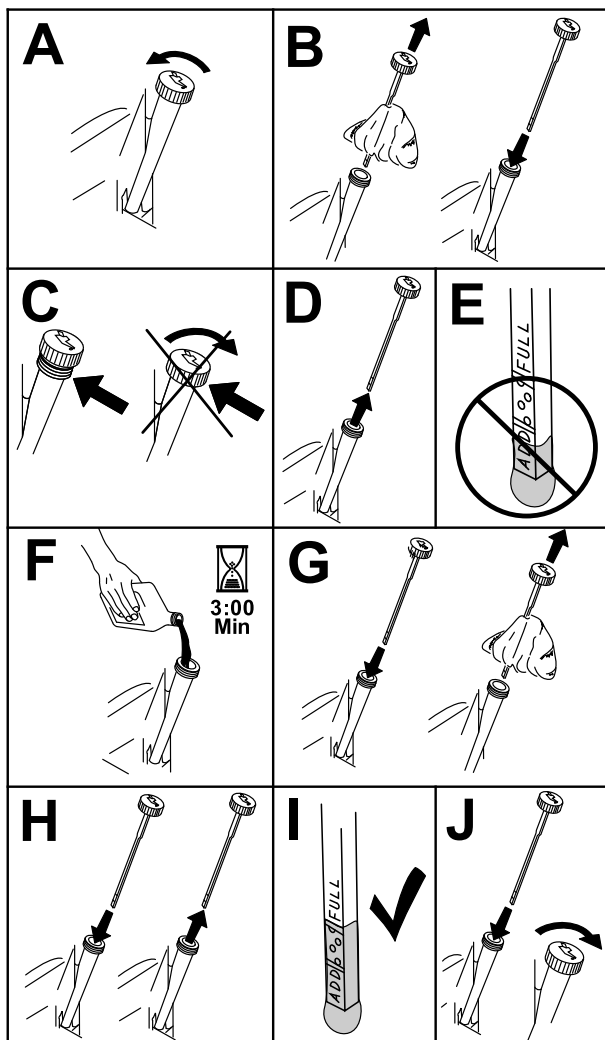

Bild 45
3. Reinigen Sie den Bereich um den Ölfüllstutendeckel bzw. den Peilstab vor dem Abnehmen, damit kein Schmutz oder Schnittgut usw. in den Motor gelangt (Bild 45).